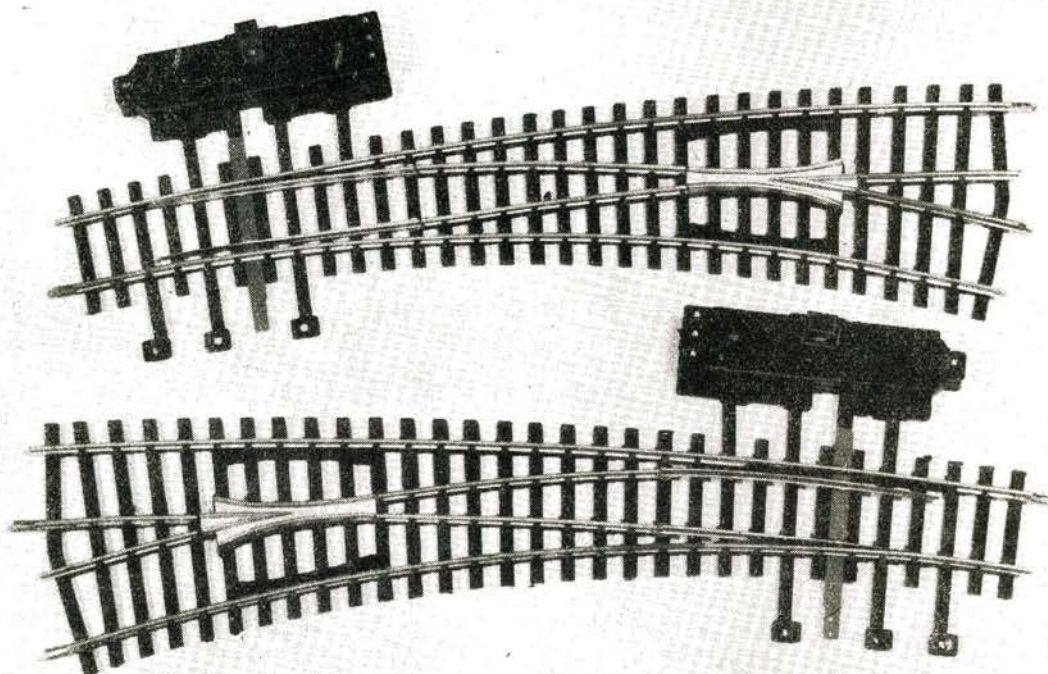

Bild 2 Wendeschleife
Im Gegensatz hierzu stehen Wendeschleifen (Bild 2). Diese sind bei der Eisenbahn nicht üblich. Bei den Straßenbahnen werden sie oft als Gleisschleifen bezeichnet, während man dagegen bei den Stadtschnellbahnen von Kehranlagen spricht, wenn man Anlagen für das Wenden der Züge bezeichnen will.
- Bild 2 Blick auf die Anlage vom oberen Bahnhof. Links der Ort Rosenthal, in einem Talkessel gelegen, rechts der Bahnhof Rosenthal